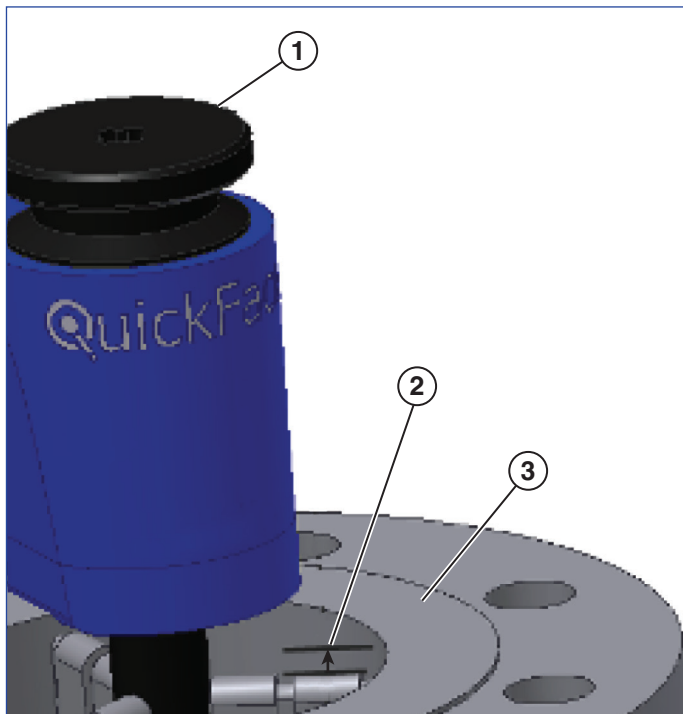

Bild 10
1. Installera QuickFace i arbetsstycket med överdelen av positioneraren, eller positionerarförlängningen om den används, ca 3 mm (1/8") under flänsytan (se bild 10). Vrid spindelns låsvred medsols för att spänna åt positionerarna. Gunga QuickFace lätt fram och tillbaka medan du drar åt, så att den sitter säkert i arbetsstycket. Om QuickFaces spindel inte kan spännas åt ordentligt för hand, sätt då in en spärrnyckel i änden på spindelns låsvred. **SPÄNN INTE ÅT SPINDELNS LÅSVRED FÖR MYCKET, DÅ KAN SKADA INTRÄFFA!** Spindeln är tillräckligt tät när QuickFace inte rör sig då man lyfter upp änden av växellådshöljet.